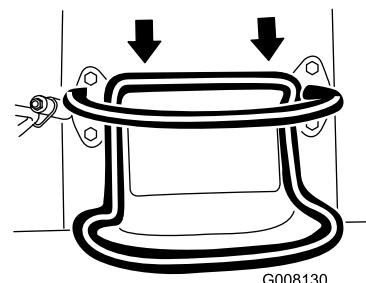
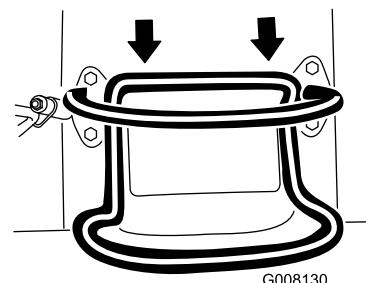

Figura 7
Figura 8
- Per avanzare, spostate in avanti il comando della trazione (Figura 7).
- Per spostarvi in retromarcia, tirate indietro il comando della trazione (Figura 8). **Quando ci si sposta in retromarcia, controllare che dietro non vi siano ostacoli e tenere le mani sulla barra di riferimento** (Figura 7).